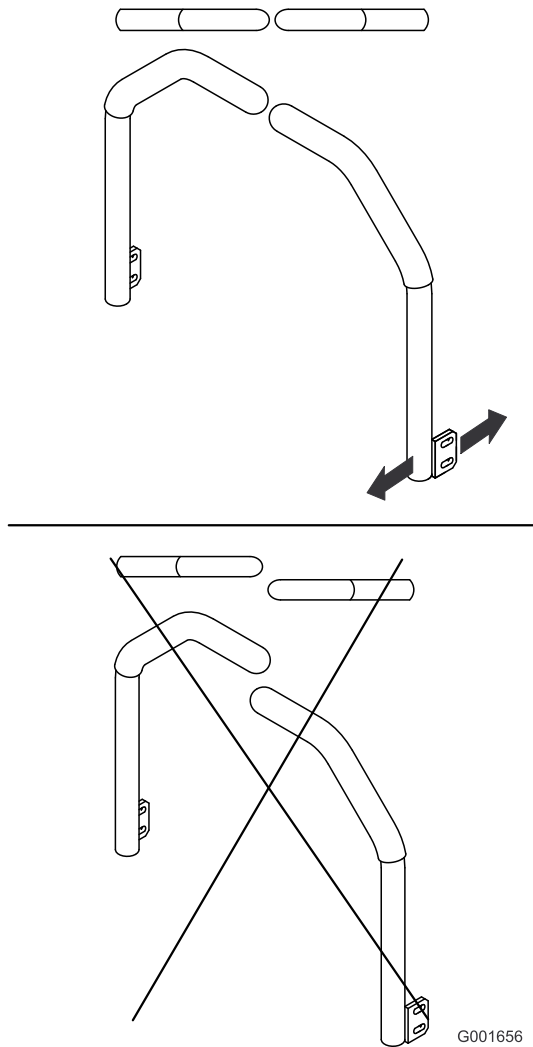

図 69
5. この状態で、左右のコントロールレバーが整列するように調整し (図 69)、ボルトを締めて、各レバーをポストに固定する。